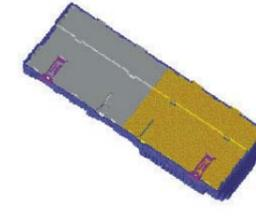

FIG 1b HALF-BASES-SEMIFONDELLI
- 2 "SEMIFONDELLI" uguali tra di loro accoppiati dove alloggiano i circuiti stampati di comando (vedi fig.1b).